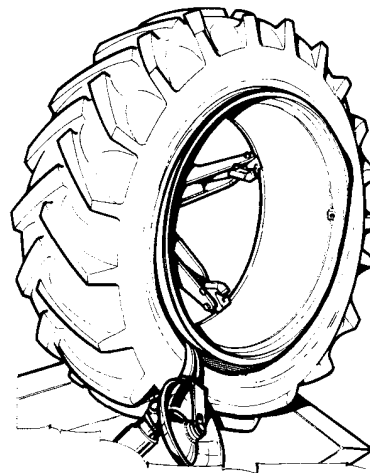

Abb.47
7. Das Spannfutter gegen den Uhrzeigersinn drehen, bis der äußere Wulst vollkommen demontiert ist (Abb.47).